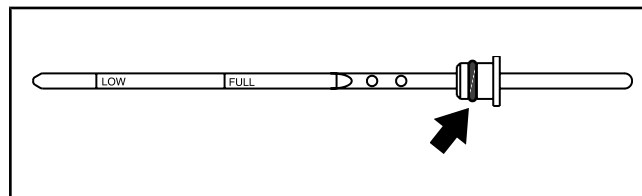

Рисунок 8.05-2: Уплотнительное кольцо маслоизмерительного щупа
3. Долейте масло до отметки FULL на масломерном щупе (см. Рисунок 8.05-2).
Ежедневно проверяйте уровень масла в картере. Для удобства масломерные щупы располагаются с обеих сторон поддона картера, справа и слева (см. Рисунок 8.05-2). На масломерном щупе имеются минимальная (LOW) и максимальная (FULL) отметки. Всегда поддерживайте уровень масла у отметки FULL. Обе метки на щупе соответствуют уровням масла при остановленном двигателе. При работающем двигателе масломерный щуп не отображает уровень масла.